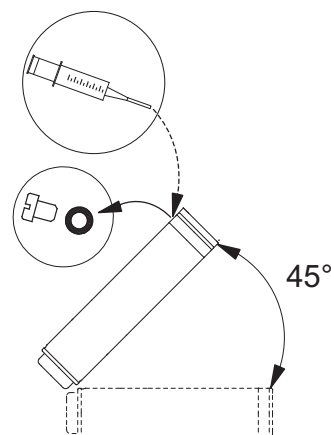

Fig. 3 Motorplacering under fyllning – MS6 och MS 6000
- Om motorn levererats från lager, skall vätskenivån kontrolleras, innan motorn monteras på pumpen, se fig. 3.
- Vid service skall vätskenivån kontrolleras, se fig. 3.
1. Placera undervattenspumpen som visas i fig. 3. Påfyllningsskruven skall vara motorns högsta punkt.
3. Pumpa in vätska i motorn med sprutan, fig. 3, tills vätskan rinner över i påfyllningshålet.